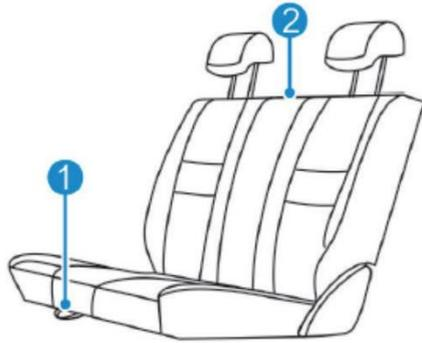

Figura 1
1. La Figura 1 muestra el estado normal de uso de la segunda fila de asientos, para doblar